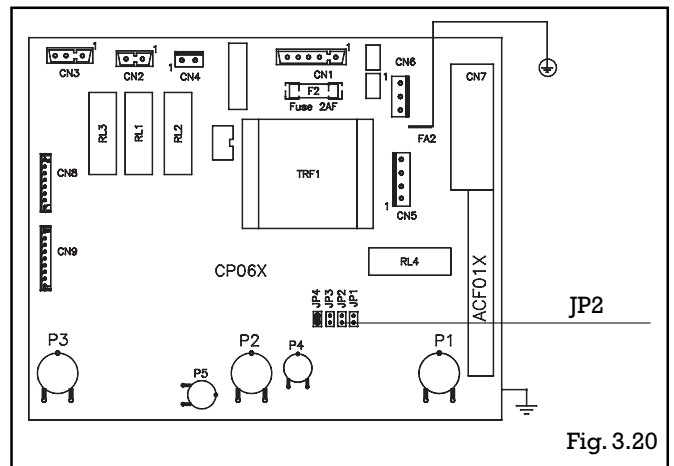

Fig. 3.20
- Mettre en place le shunt électrique JP2 (fig. 3.20)